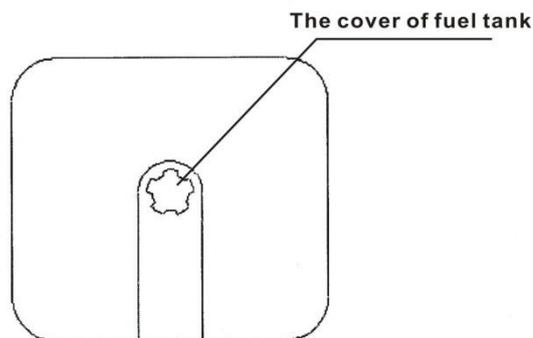

Figura 5
9.2. Aprire il coperchio del serbatoio del carburante e aggiungere benzina. Vedere figura 5. Non riempire più di 10 mm a 15 mm della parte superiore del serbatoio del carburante.